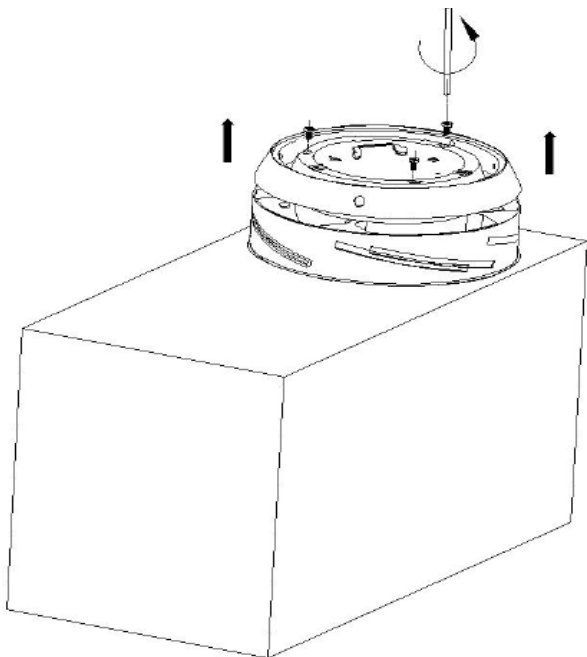

Fig. 4
NOTA: Il foro nel polistirolo della confezione è stato progettato per aiutare a tenere in posizione il ventilatore pre-assemblato. Inserire l'estremità del coperchio della calotta nel foro del polistirolo della confezione per posizionare il motore rivolto verso l'alto durante il montaggio. Fig 4.
- Rimuovere le viti dal paralume e togliere il paralume. Fig 4.